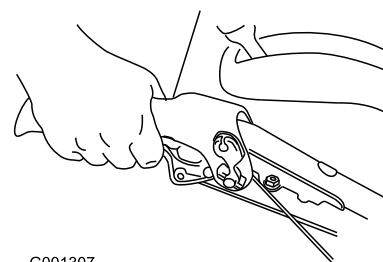

Рисунок 13
- Для движения вперед включите привод тяги и медленно прижмите левый рычаг тяги к рукоятке (Рисунок 13).